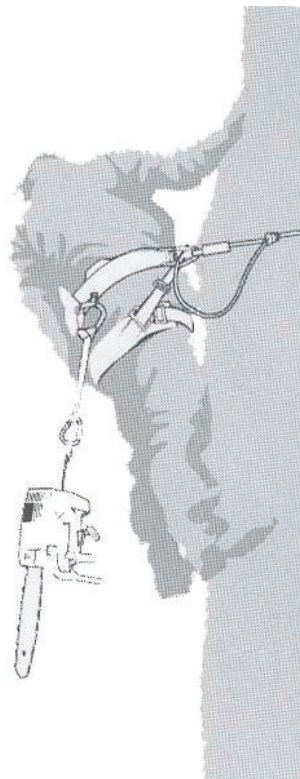

Figure A.2 — Exemple de fixation de la tronçonneuse au point médian arrière central sur le harnais
- f) La tronçonneuse ne doit être fixée qu'aux points d'attache recommandés sur le harnais. Ceux-ci peuvent être au milieu (avant ou arrière) ou sur les côtés. Dans la mesure du possible, la tronçonneuse doit être fixée au point médian arrière central pour rester dégagée des lignes de grimpe et que son poids soit supporté de manière centrale le long de la colonne vertébrale de l'opérateur. Voir la Figure A.2.